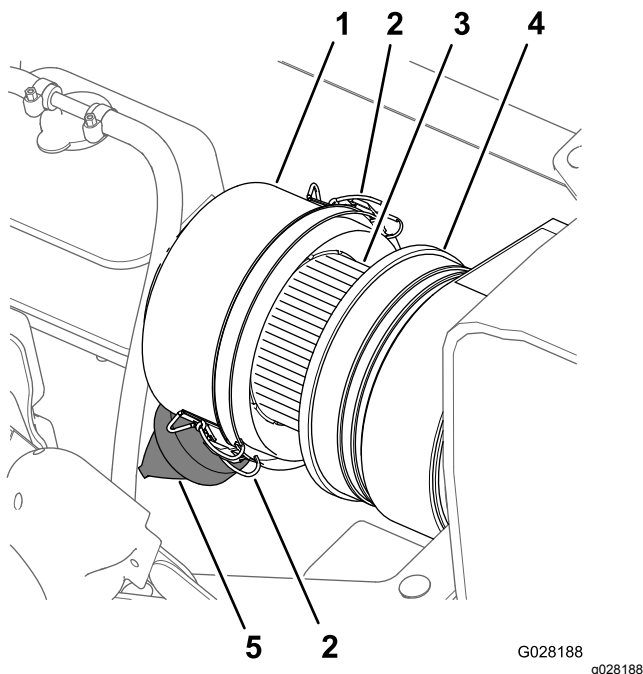
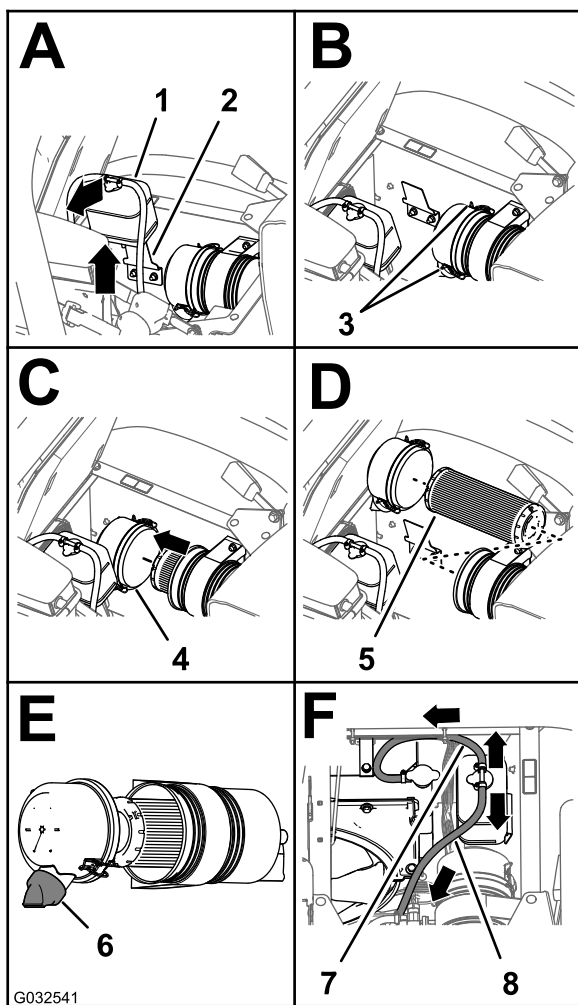

Figura 68
Figura 69
3. Limpe o tampão antipoeira e o corpo do filtro de ar (Figura 68).
4. Verifique se existe algum dano no corpo do filtro de ar que possa provocar uma fuga de ar (Figura 68).
5. Aperte a válvula do pó para a limpar de sujidade, pó e detritos (Figura 68).
7. Verifique se o elemento do filtro de ar tem acumulação excessiva de pó, sujidade e detritos (Figura 68).
8. Instale o tampão antipoeira no corpo do filtro de ar e fixe o tampão com os 2 trincos (Figura 68).
2. Limpe o tampão antipoeira e o corpo do filtro de ar (Figura 68).
3. Levante o depósito de expansão do líquido de refrigeração e retire-o do suporte do depósito (Figura 69).
- Solte os 2 trincos que fixam o tampão antipoeira ao corpo do filtro de ar (Figura 69).
- Limpe o interior do tampão antipoeira, do corpo do filtro de ar e da válvula antipoeira com um trapo húmido (Figura 68 e Figura 69).
- Introduza o elemento do filtro de ar no corpo do filtro de ar (Figura 69).
- Instale a cobertura no corpo do filtro de ar e fixe-a com os 2 trincos (Figura 69).
Nota: Certifique-se de que a válvula do pó está alinhada entre a posição das 5 e das 7 horas, quando vista da extremidade (Figura 69).
- Alinhe o depósito de expansão do líquido de refrigeração com o suporte do depósito e posicione o depósito com firmeza (Figura 69).
Importante: Certifique-se de que a tubagem de descarga da pressão é encaminhada para fora e para baixo e a tubagem de ventilação do depósito é encaminhada para trás, como se mostra na Figura 69.